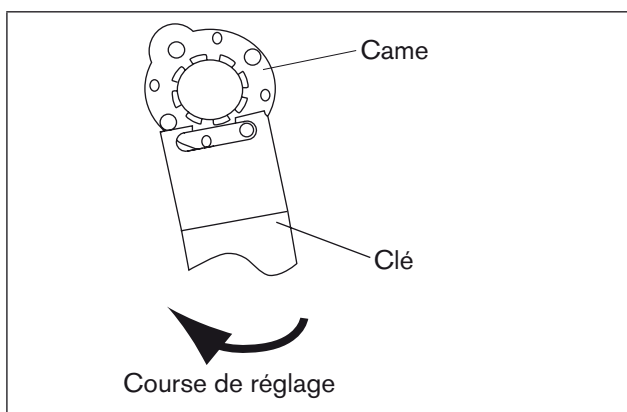
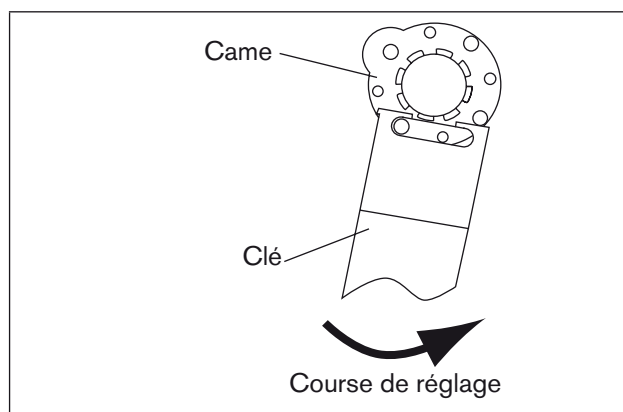

Figure 13 : Réglage des interrupteurs de recopie dans le sens des aiguilles d'une montre
Figure 14 : Réglage des interrupteurs de recopie dans le sens contraire des aiguilles d'une montre
- Réglez les deux cames supérieures à l'aide d'une clé appropriée (voir Figure 13 : et Figure 14 :).